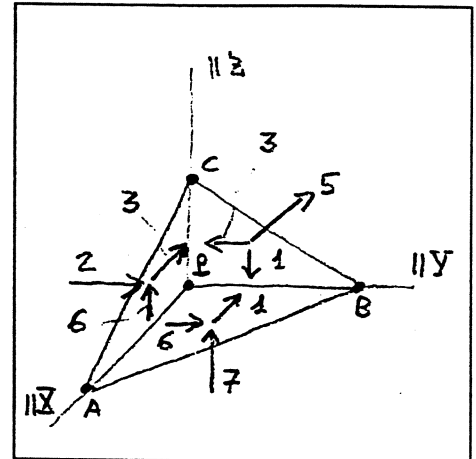

Figura Ej. 2
- Ej.2. La figura Ej.2 muestra un tetraedro de aristas diferenciales, aislado del interior de la región ocupada por un cuerpo C en cierta configuración deformada. En ella aparecen, indicadas en megapascales, las componentes de los vectores que representan la acción del resto del cuerpo sobre el tetraedro a través de sus caras PBC , APC y ABP . Se desea conocer: 1) el tensor de tensiones en el punto P ; y 2) la acción del resto del cuerpo sobre el tetraedro a través de la cara ABC .